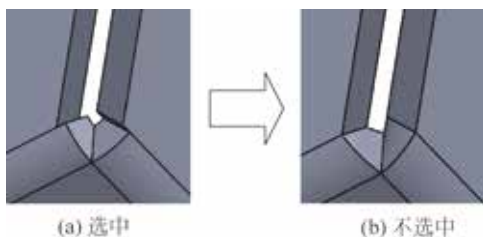

图 5.204 开放折弯区域
- ☒ 开放折弯区域 (O) 复选框：选中效果如图 5.204 (a) 所示，不选中效果如图 5.204 (b) 所示。